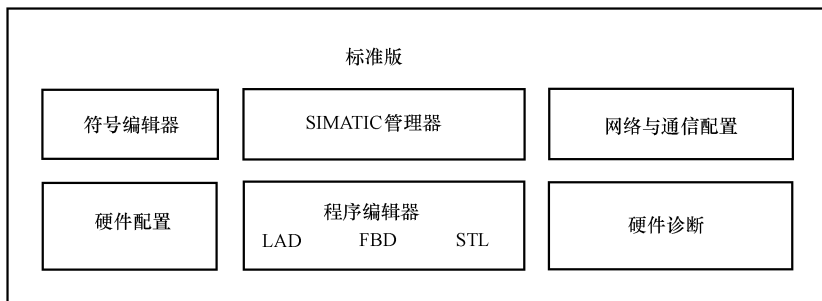

图 2-1 STEP7 Basis 标准功能
STEP7 软件是用于 SIMATIC S7-300/400 PLC、M7 工业控制系统、C7 集成式 PLC 的标准工具软件。它由一系列应用程序组成，可根据需要在 STEP7 Basis 标准组件的基础上，选择扩展软件包增强功能。STEP7 Basis V5.2 标准版（Standard Package）的功能组成如图 2-1 所示，最低硬件配置如下所示：